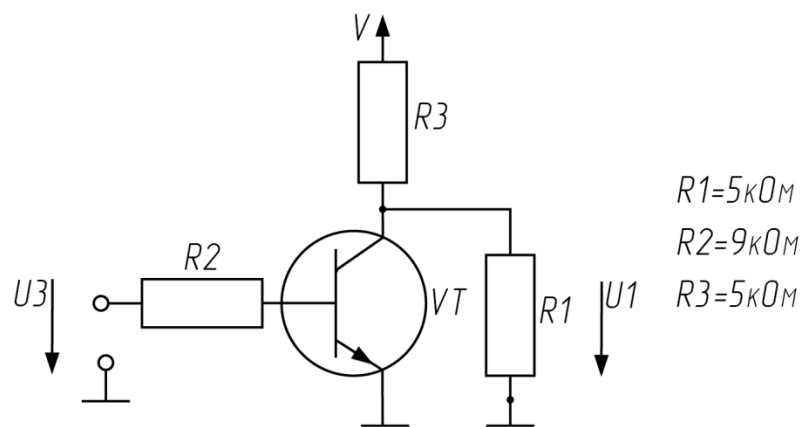

Рис. 1.1 – Схема цепи транзисторного ключа
- 1) Собрать схему (Приложения П.1, П.2). Смотрите рисунок 1.1.